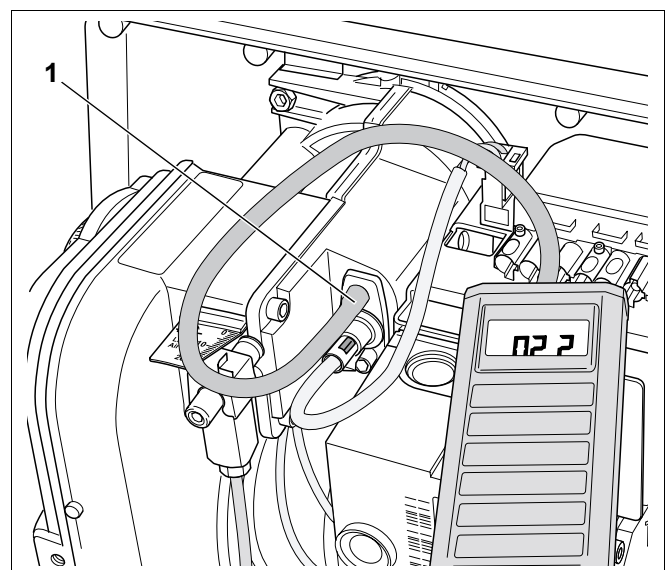

Fig. 23 Se verifică presiunea la suflantă
- Se verifică cu aparatul presiunea la suflantă (Fig. 23, **Poz. 1**) (Valori Vezi capitolul 4 "Date tehnice", pagina 9).